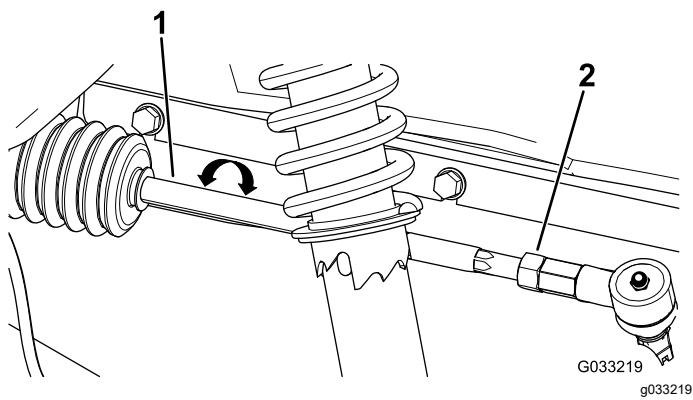

Bild 52
2. Wenn der Wert nicht zwischen 0 und +/- 3 mm liegt, lösen Sie die Klemmmuttern am äußeren Ende der Spurstangen (Bild 52).